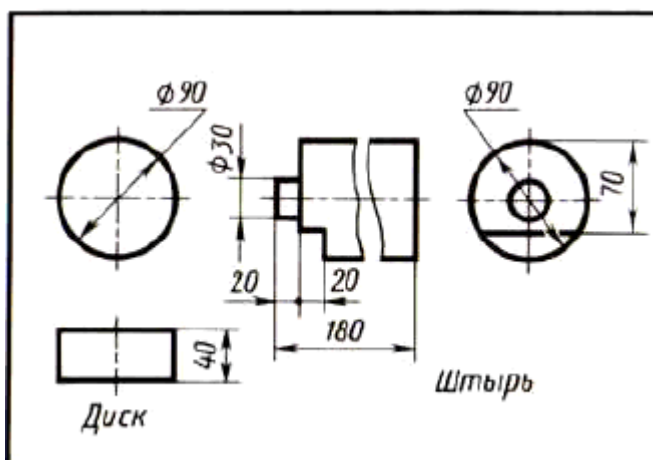

Рис. 158. Задание к графической работе № 10
3. Даны заготовка диска и штырь (рис. 158). Вам надо создать такую конструкцию диска, чтобы, насаженный на штырь, он плотно, без зазоров, прилегал к нему и не проворачивался вокруг оси. Выполните эскиз диска, содержащий три вида, нанесите размеры.